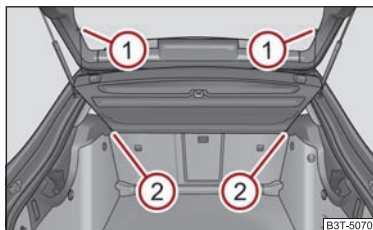

Abb. 83 Ausbau der Gepäckraumabdeckung
- Hängen Sie die Haltebänder aus ① ⇒ Abb. 83.
- Ziehen Sie die Abdeckung aus der Halterung ② horizontal nach hinten heraus.
- Beim Wiedereinbau schieben Sie zuerst die Gepäckraumabdeckung in die Halterung ② und hängen dann die Haltebänder ① an der Gepäckraumklappe ein.